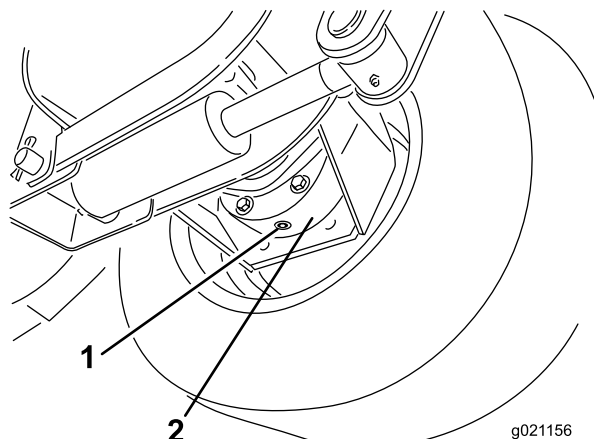

Рисунок 74
3. Подставьте поддон под корпус тормоза, снимите пробку сливного отверстия и дайте маслу стечь (Рисунок 74).